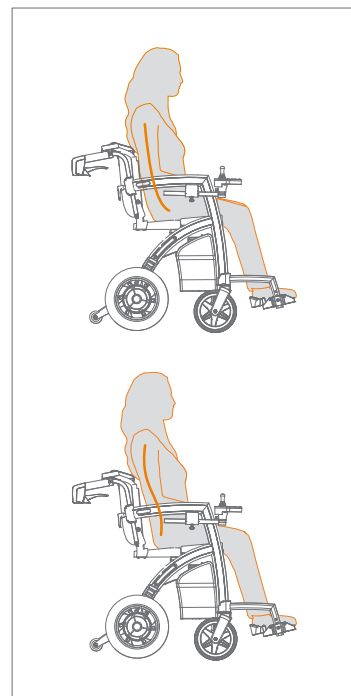

Figure 49: Avant (en haut) et après (en bas) réglage des sangles du dossier à la position correcte.
- f. Vérifiez que l'utilisateur est confortablement installé dans une position assise correcte (**Figure 49**).